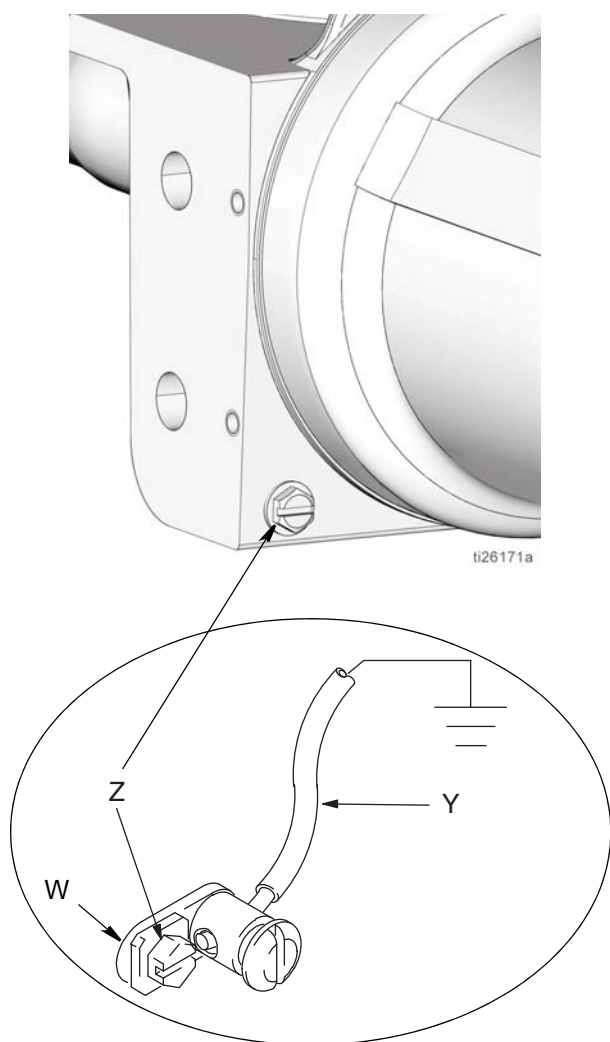

Рис. 2
Каким образом заземлить насос: Выкрутите болт заземления (Z), расположенный на задней стороне основания насоса, и вставьте его в проушину круглой клеммы (W) на конце провода заземления (Y). Вкрутите болт заземления (Z) обратно в основание насоса, и надежно затяните его. Другой конец провода заземления следует соединить с грунтовым заземлением. См. Рис. 2.